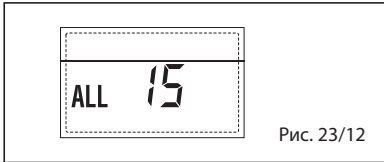

Рис. 23/12
– **СРАБАТЫВАНИЕ ПРЕДОХРАНИТЕЛЬНОГО ТЕРМОСТАТА ВТОРОЙ СМЕШАННОЙ ЗОНЫ «ALL 22» (рис. 23/16)**